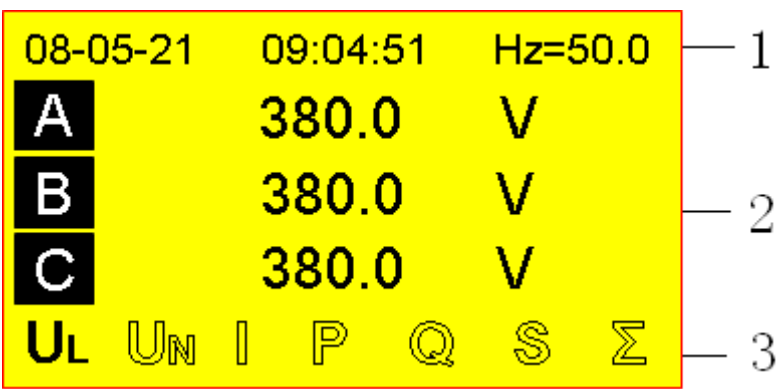

图 4.2.1-1 线电压
- 画面可分为 3 部分，即图 4.2.1-1 中标号 1、2、3 所指：
2. 对应三相电的具体电参量值，图 4.2.1-1 中所指示的为三相电压。